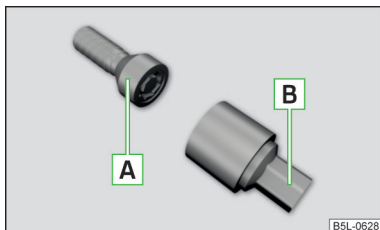

Abb. 183
Die Anti-Diebstahl-Radschrauben schützen die Räder vor einem Diebstahl. Diese lassen sich ausschließlich mit dem Aufsatzstück **B** » **Abb. 183 lösen/festziehen**.
- › Das Aufsatzstück **B** » **Abb. 183** bis zum Anschlag auf die Anti-Diebstahl-Radschraube **A** stecken.
- › Den Radschlüssel bis zum Anschlag auf die Radschraube stecken. Für die Anti-Diebstahl-Radschrauben das zugehörige Aufsatzstück verwenden » **Abb. 183 auf Seite 160**.